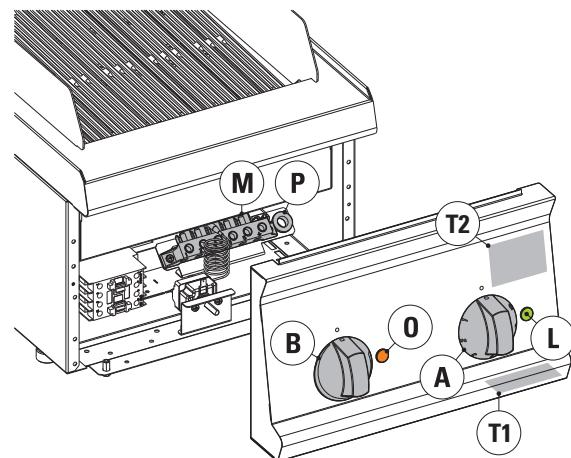

fig.2
Bei allen Modellen ist das Netzkabel nicht im Lieferumfang enthalten. Um Zugang zum Klemmbrett | **M** | (Abb. 2) zu erhalten, die Bedienblende abnehmen, nachdem die Befestigungsschrauben an der Blendenunterseite herausgeschraubt worden sind. Die Leiter des Netzkabels an der Klemmleiste entsprechend der Angaben im elektrischen Schaltplan anschließen. Das Kabel unbedingt durch den Kabeldurchlass | **P** | (Abb. 2) neben der Klemmleiste führen und außerdem immer dem Boden entlang verlegen und mit der Kabelklemme | **Q** | Abb.1 fixieren.
- Füllen Sie Wasser in die Schale, indem Sie den Drehschalter | B | Abb. 2 drehen. In der Position am „Endanschlag“ bleibt das Füllventil immer geöffnet. In den Zwischenpositionen erhält man einen variablen Wasserfluss.
- Den Drehschalter | A | Abb. 2 drehen, bis die Anzeige an der Bedienblende mit dem gewünschten Leistungspegel übereinstimmt.
- Das Überlaufrohr | D | Abb. 2 aus seinem Sitz nach oben entfernen und das Wasser ablaufen lassen.